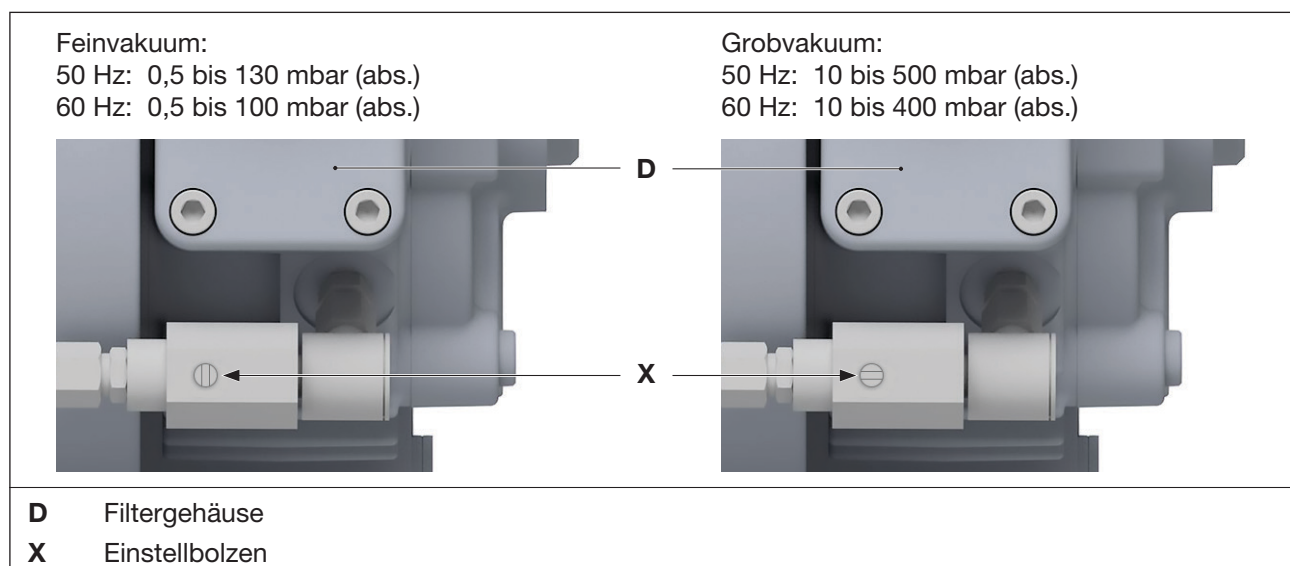

Abb. 5 Betriebsbereich einstellen bei Variante VCE 25 (09)
- Einstellbolzen (Abb. 5/X) mit einem Schraubendreher auf den gewünschten Betriebsbereich einstellen. Die Positionen für Feinvakuum und Grobvakuum sind in Abb. 5 dargestellt.